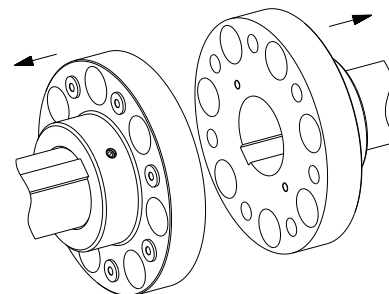

図 14
- 駆動軸と従動軸にハブを取付けて下さい。この時、ハブの端面と軸の端面を揃えて下さい(図 14 をご参照)。